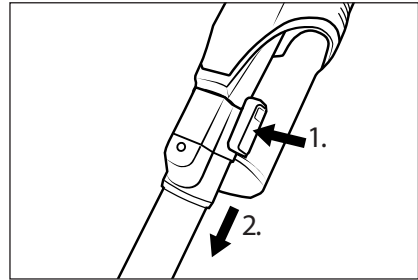

Fig. 11
- ♦ For at fjerne sugerøret **23** fra produktet skal du trykke på oplåsningsknappen til sugerøret **24** og holde den nede og tage sugerøret **23** ud af produktets sugeåbning (se fig. 11).